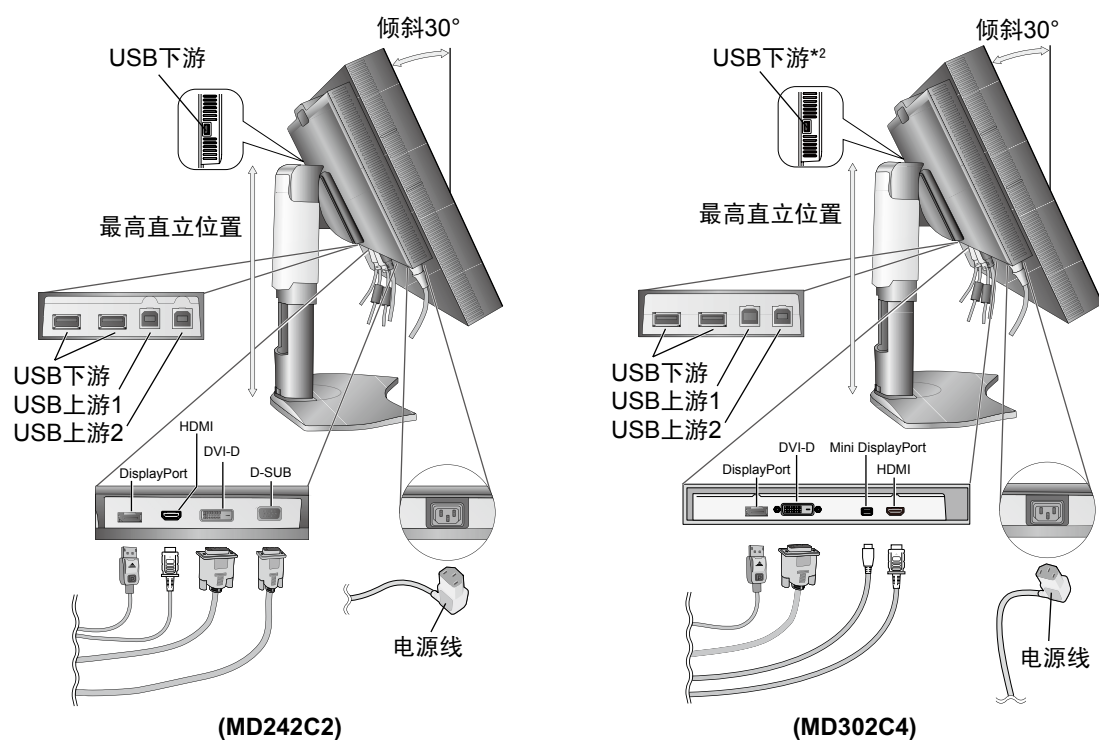
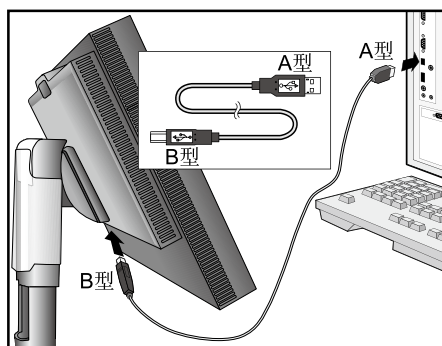

图 C.1
图 C.1a
4. 将所有电缆连接至相应的接口 (图 C.1)。使用 USB 电缆时, 将 B 型接口连接至显示器右侧的 USB 上游端口并将 A 型接口连接至计算机上的下游端口 (图 C.1a)。如果使用 USB 设备的线缆, 则将其插入显示器的任一下游端口。